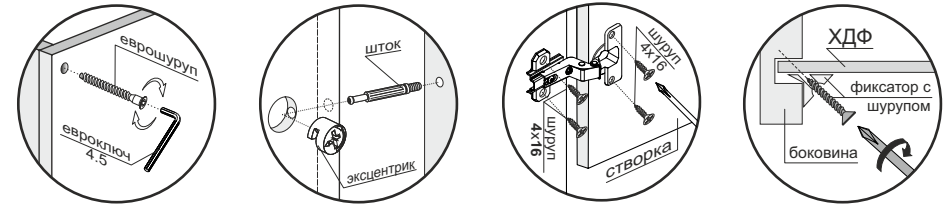

Рис.1
1. Соединить боковину (1) со стяжкой (5) с помощью эксцентриков (рис.1).
2. К собранной части изделия монтировать нижнюю крышу (3), левую боковину (2) и заднюю стенку (9), используя еврошурупы (рис.1).
3. Верхнюю крышу (3) соединить с боковиной (1) и задней стенкой (9) эксцентриками, а с левой боковиной (2) еврошурупами (рис.1).
4. Сборка основания левой части изделия: Шурупами 3x16 прикрутить подпятники к стяжкам (7,8) и боковинам (2). Соединить стяжки (7,8) эксцентриками, прикрепить к боковине (2) еврошурупами, затем к нижней крыше (3) уголками 2x20 и шурупами 4x16 (рис.1,3).
5. Соединить боковины (2) со стяжками (6) эксцентриками (рис.1).
6. Вставить ХДФ (10) в пропилы боковин (2). Установить на боковины (2) крышу (4), используя эксцентрики. Замерить диагонали секции (они должны быть равны: +/- 2 мм), затем закрепить ХДФ (10) с помощью фиксаторов с шурупами и прибить гвоздями 2x20 к нижней стяжке (6) (рис.1).
8. В зависимости от расположения створок (11,12) (правое или левое), досверлить необходимые отверстия Ø5 мм под ручки. Оставшиеся технические отверстия заглушить мебельными заглушками d5 (рис.1).
9. **Только после окончательной сборки изделия** повесить створки (11,12) на короб, используя петли и шурупы 4x16 (рис.1). Отрегулировать петли.
10. К створкам (11,12) прикрутить ручки винтами M4x22 (рис.1).